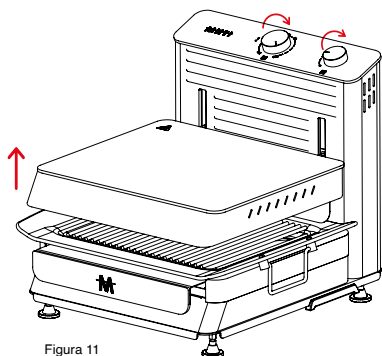
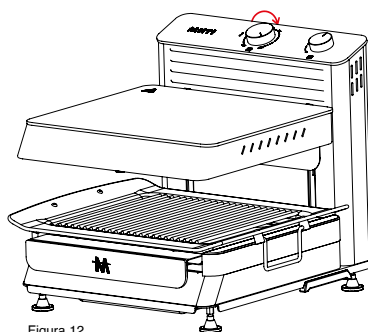

Figura 11
Figura 12
- Coloque el interruptor de encendido/apagado de la parte posterior del producto en la posición (I).
- Gire el botón de ajuste de distancia en el sentido de las agujas del reloj para mover la cámara de cocción ajustable y coloque la parte superior a la altura máxima. (Figura 11 - Figura 12)
- Coloque el botón de ajuste de potencia en la posición 100, deje que el producto funcione en vacío durante unos 5-10 minutos y, a continuación, apáguelo. De esta manera, se quemarán y eliminarán los residuos y depósitos que hayan quedado en el producto durante la producción. Durante este proceso, es posible que se produzcan olores y humo debido a los elementos calefactores del producto. Ventile la habitación para evitar olores y humo. (Figura 12).